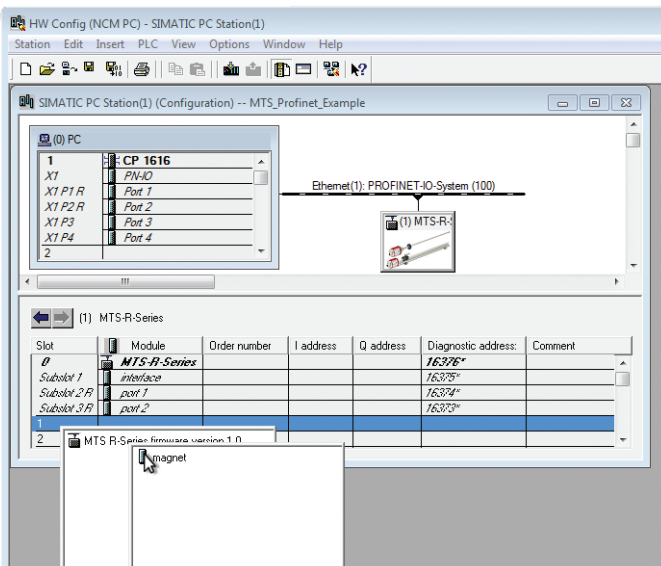

Fig. 42: Add magnet step 2 (source: Siemens)
- MTS R-Series Firmware Version X (Fig. 42)
- Magnet (Fig. 42)